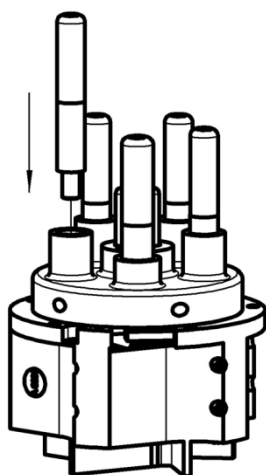

Abb. 70: Kontaktstift einsetzen
2. Neuen Kontaktstift einsetzen (Abb. 70).